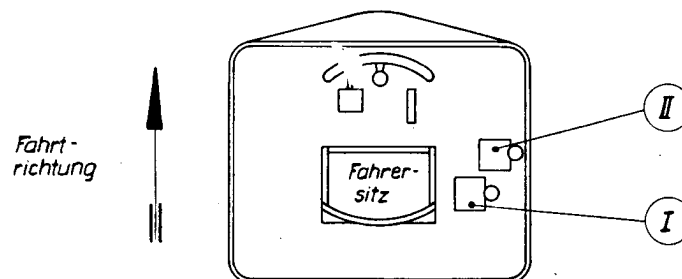

Abb. 47
6.02.3 Mit dem rechts neben dem Fahrersitz angeordneten Ventil (I), nach Abb. 47, wird das Heben und Senken des Planierschildes bzw. des Kübels ausgeführt.
6.02.4 Das Ventil (II), nach Abb. 47, dient für die Betätigung der Seitenverstellung des Planierschildes und der Schwenkbewegung (vor und zurück) des Kübels: